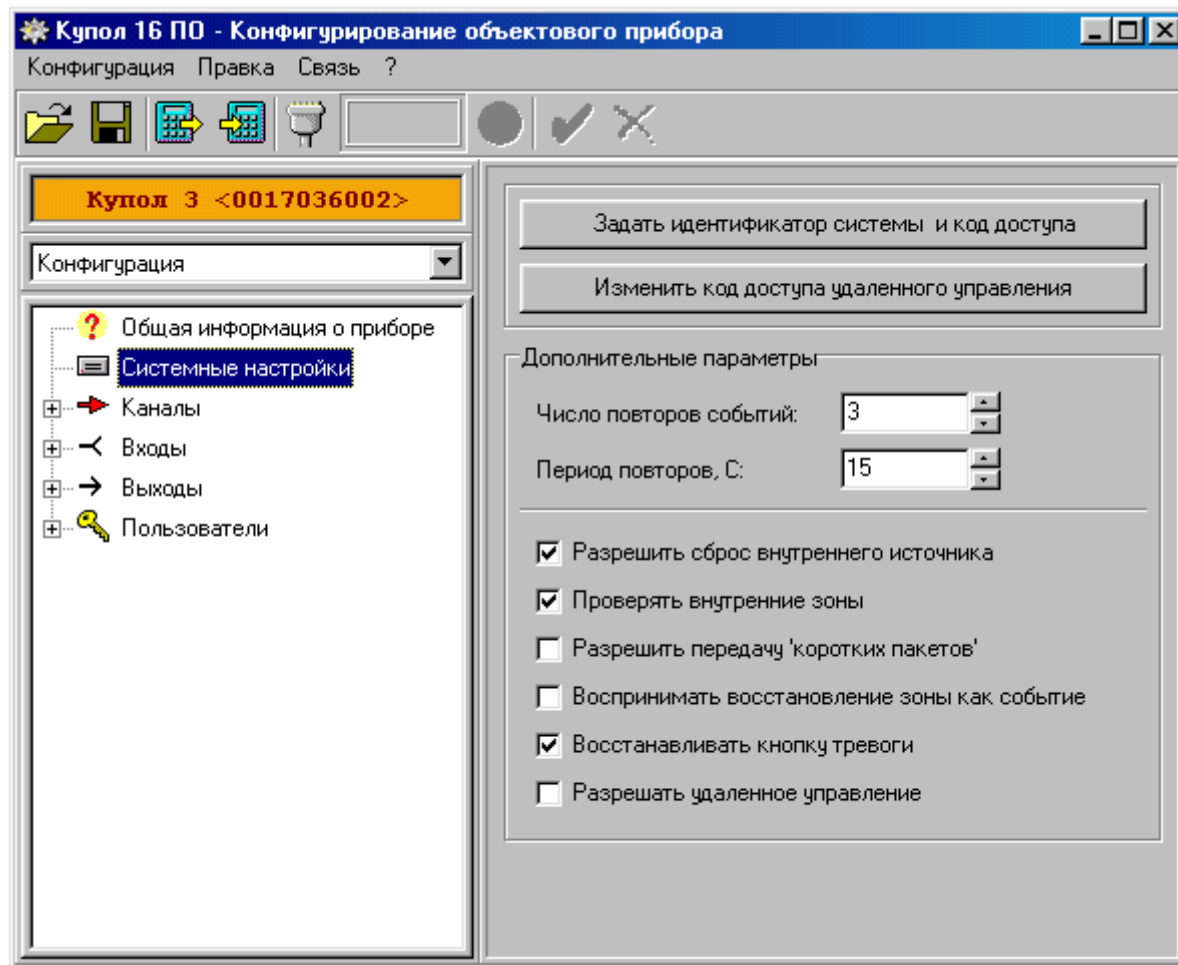

Рис. 10.11. Типовое окно описания системных настроек.
10.2.5.1 Для изменения системных настроек в дереве конфигурируемых параметров выберете параметр «**Системные настройки**» типовое окно программы конфигурирования объектового прибора при описании системных настроек показано на рис. 10.11.